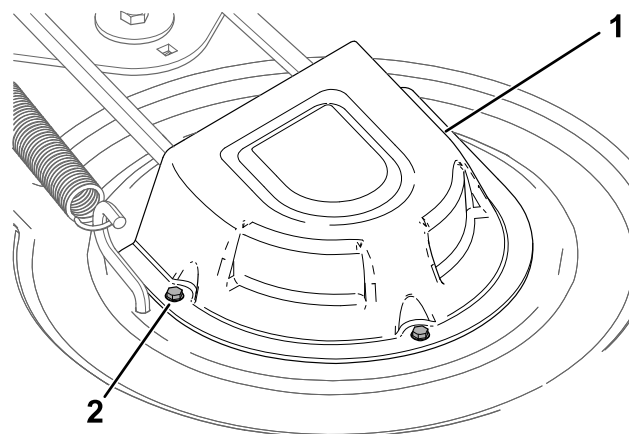

Figura 55
4. Desaperte os parafusos e retire as coberturas da polia (Figura 55).